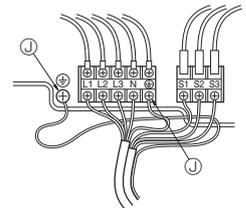

Fig. 7-2
7.1. Наружный прибор (Fig. 7-1, Fig. 7-2)
- Подсоедините кабели, как указано на Fig. 7-1 и Fig. 7-2.